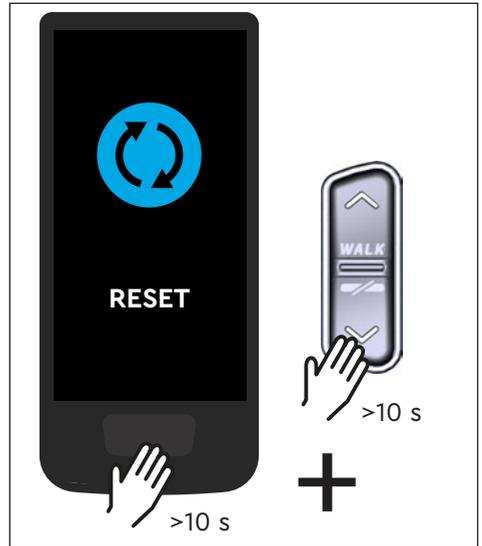

Abb. 10: Zurücksetzen auf Werkseinstellungen
- ▶ Halten Sie die Bedientaste auf dem Display und die UNTEN-Taste auf der Remote mindestens 10 s lang gedrückt, wobei zuerst der Setup-Modus angezeigt wird und danach RESET folgt (siehe Abb. 10).